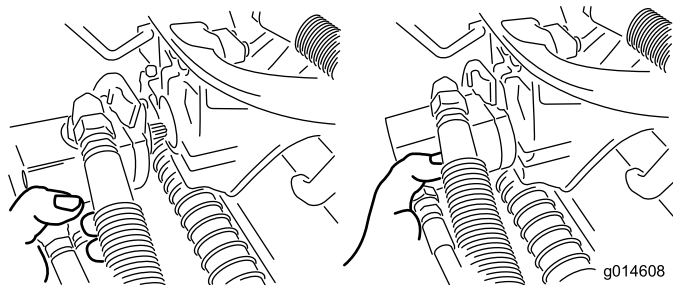

Figure 37
3. Amenez le moteur à la position de rangement sur l'avant du bras de suspension (Figure 37).